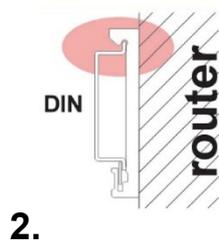

Fig. 21 Ranuras de tarjeta SIM en la parte posterior del router
3. Inserte la tarjeta SIM en la ranura de la tarjeta SIM (ver fig. 21).